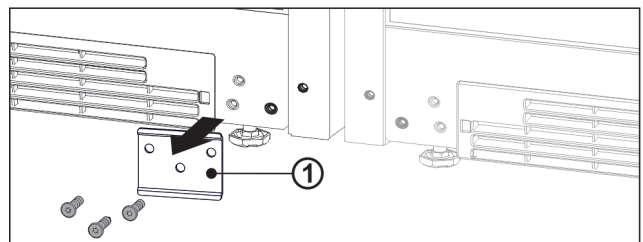

Fig. 15
► 如果安装了金属片 Fig. 15 (1)，则拧下金属片。